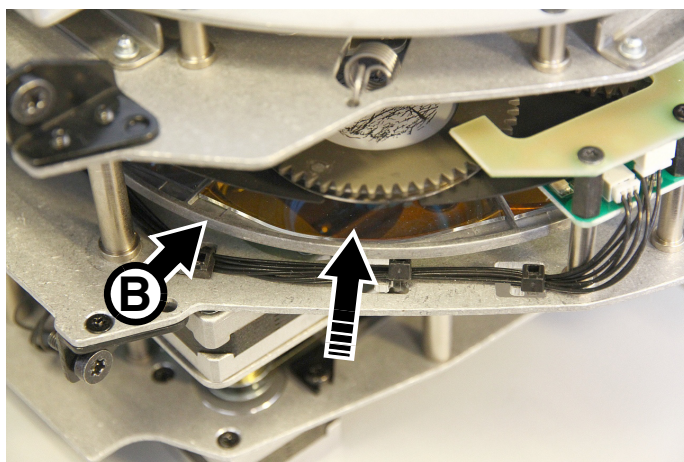

Figure 21: Installation d'un filtre de couleur
6. Voir Figure 21. Glissez le filtre dans son clip au centre de la roue. Assurez-vous que le bord extérieur du filtre glisse sous la lèvre (fléchée ci-contre) au bord de la roue de couleur afin que le filtre soit maintenu correctement.